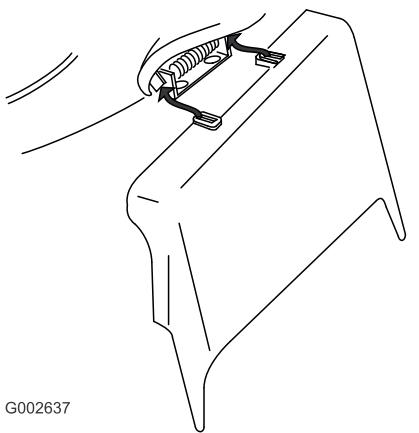

Figura 31
3. Instale el conducto de descarga lateral y cierre la tapa sobre el conducto (Figura 31).